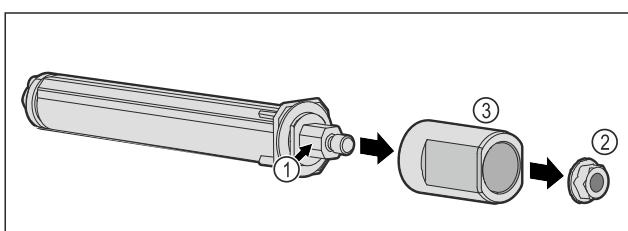

Fig. 58
► Не розбирати систему закриття дверей Fig. 58 (1).
- Зніміть гайку Fig. 58 (2).
- Зніміть втулку Fig. 58 (3).